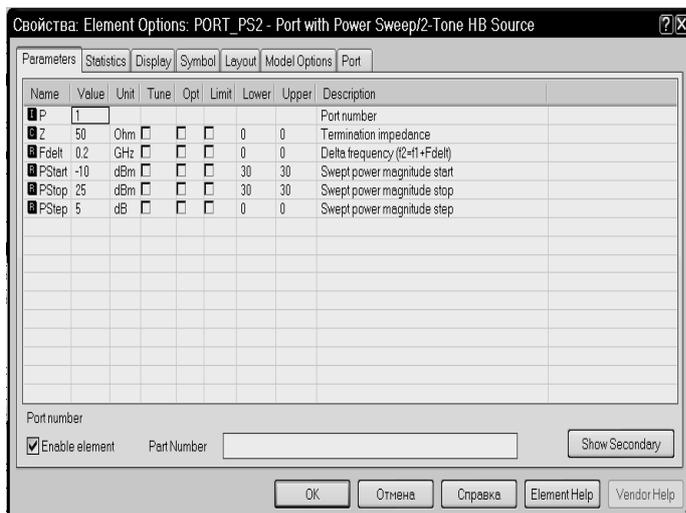

Рис. 3.29
4. Откройте вкладку **Parameters**. В поле **Fdelt** введите **0.2**, в поле **Pstart** введите **-10**, в поле **Pstop** введите **25**, в поле **Pstep** введите **5**, как показано на рис. 3.29. Затем нажмите **ОК**.